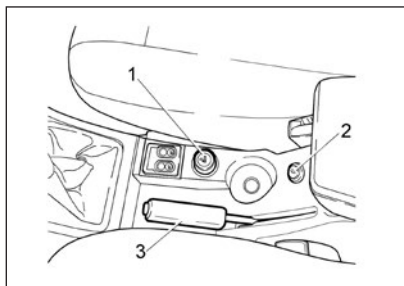
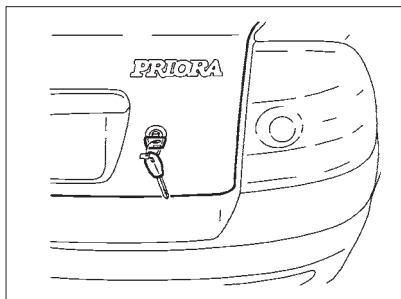

Рис. 30. Прикуриватель
Рис. 36. Открывание багажника
Прикуриватель 1 (рис. 30, позиция 1) работает независимо от положения выключателя зажигания (т.е. и при выключенном зажигании). Воспользоваться прикуривателем можно нажатием на кнопку подвижной части (патрона) до ее фиксированного положения. Примерно через 20 секунд подвижная часть (патрон) автоматически возвращается в исходное положение и готова к применению.
Рис. 30а. Размеры вилки для подключения дополнительных электроприборов в патроне
11. Использование аксессуаров, не соответствующих размерам на рис. 30а, может привести к плохому контакту и застреванию вилки (разъема).
Замок крышки багажника открывается кнопкой  на пульте дистанционного управления или поворотом по часовой стрелке ключа в замке (рис. 36). **В вариантном исполнении** замок крышки багажника открывается выключателем 2 из салона (рис. 30). Освещение в багажнике включается при открытии крышки багажника и включенными габаритными огнями только **в вариантном исполнении**.